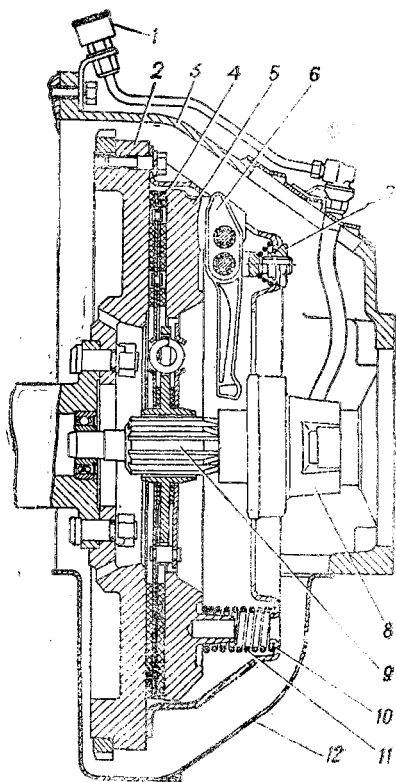
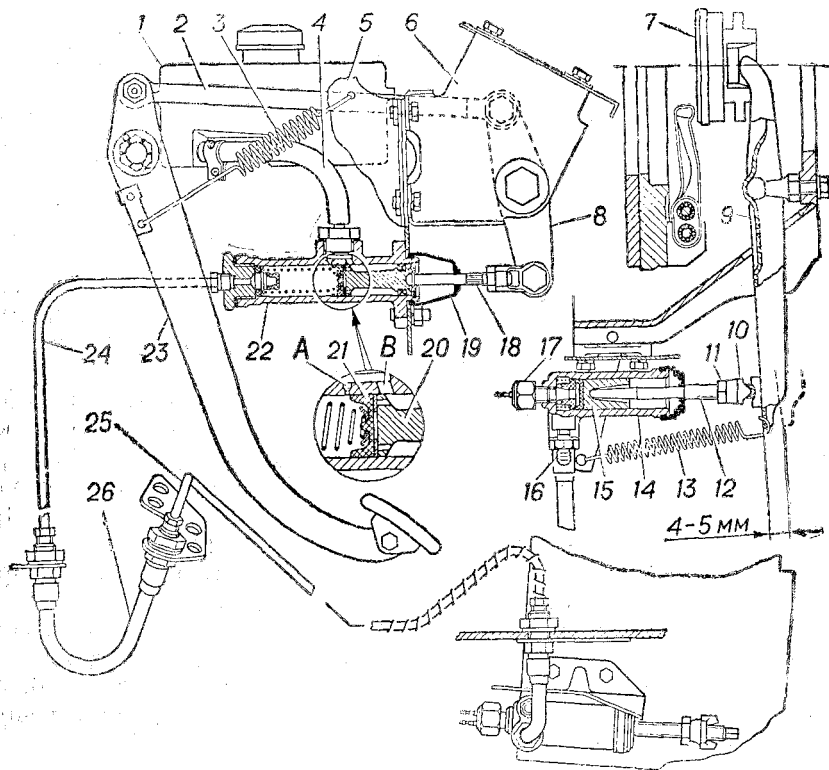

Рис. 24. Сцепление:
Рис. 25. Привод сцепления:
Сцепление автомобиля (рис. 24) постоянно замкнутое, однодисковое, сухое, с демпферным устройством на ведомом диске, установлено в литом алюминиевом картере 3. Кожух 10 сцепления
5 мм наружного конца вилки 9 (рис. 25) выключения сцепления. Он устанавливается регулировкой длины толкателя 12 рабочего цилиндра. Отсутствие свободного хода приведет к быстрому износу рычагов, выходу из строя подшипника и может привести к сгоранию фрикционных накладок. Смазка подшипника выключения сцепления осуществляется колпачковой масленкой 1 (см. рис. 24). Масленка и муфта соединены трубкой и гибким шлангом. При установке нового шланга необходимо заполнить его смазкой.
**Привод сцепления** (рис. 25) гидравлический, осуществлен при помощи подвесной педали 23, тяги 2, промежуточного рычага 8, главного цилиндра 22, трубопровода и рабочего цилиндра 14.